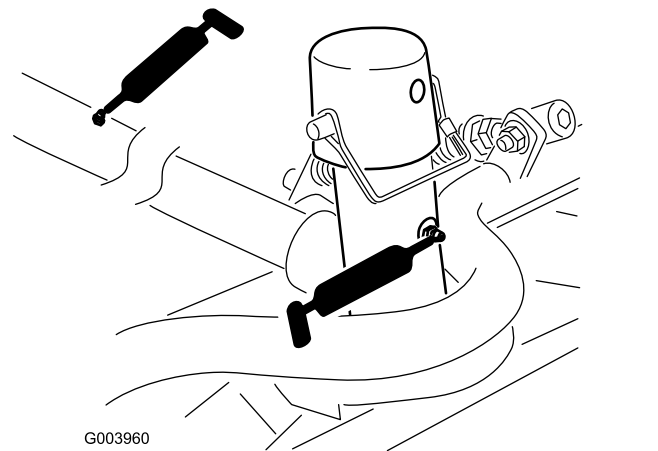

Figura 77
- Telaio portante e perno dell'apparato di taglio (2 cad.) (Figura 77)